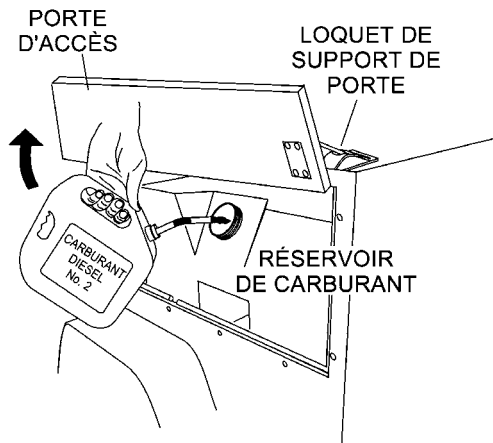

Figure 7. Ajout de carburant
2. Soulevez la porte d'accès de la tour d'éclairage (Figure 7) face au panneau de contrôle. Mettez en place le loquet de support de la porte pour la garder en place (en haut).